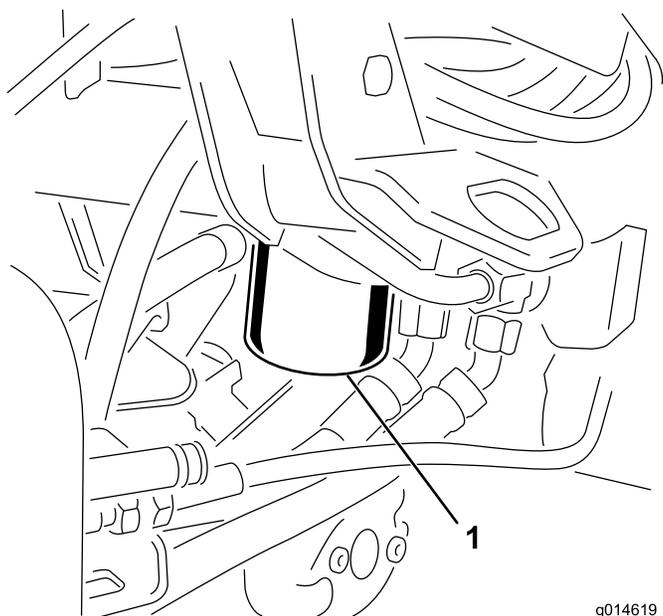

図 49
1. フィルタ容器の周辺をウェスできれいにぬぐう (図 49)。フィルタの下に廃油受けを置いてフィルタを外す。